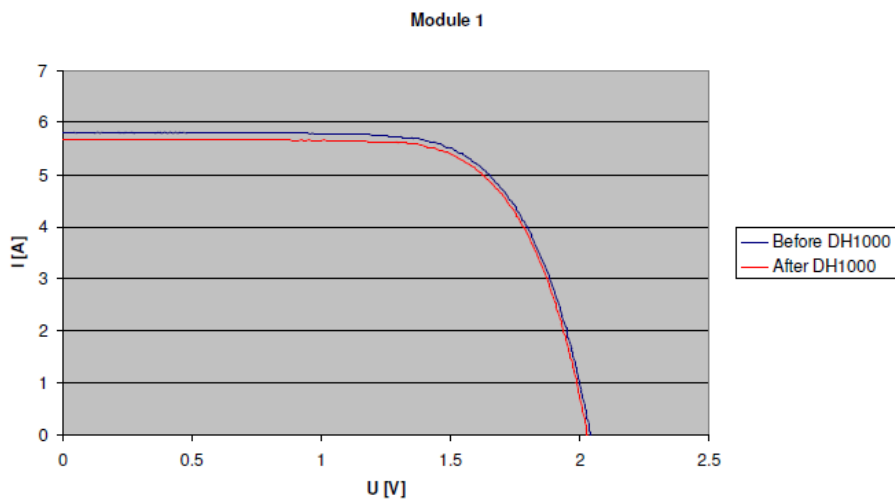

Figure 6 : Courbes I-V d'un module Océan Vital (1000 heures en chaleur humide)
- **Validation des tests électriques et rendements** : Essais réalisés par DuPont de Nemours sur différents modules avant et après les tests de chaleur humide (Fig. 6).